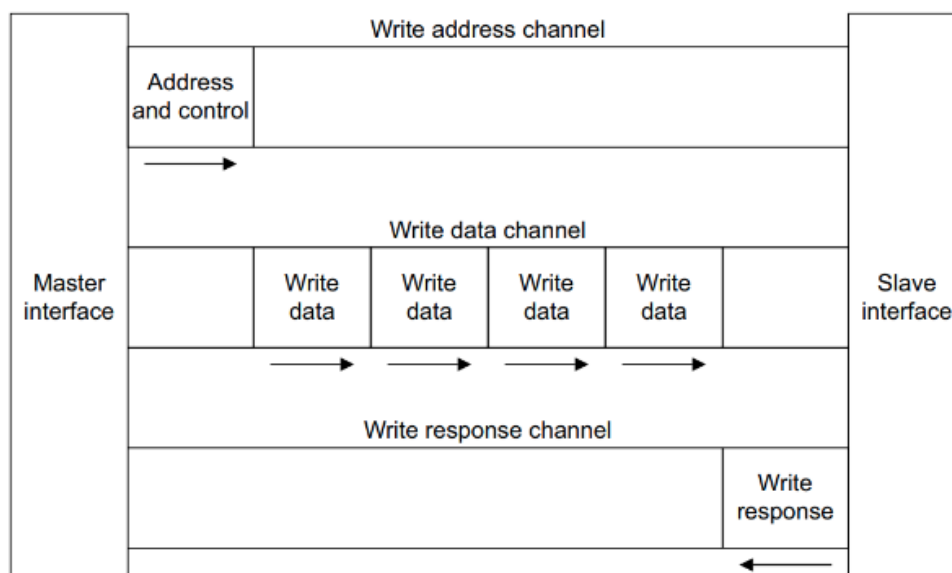

Figura 23. Arquitetura do canal de escrita
A Figura 23 mostra como uma transação de escrita usa o endereço de escrita, dados de escrita e canais de resposta de escrita. Semelhante a uma leitura, o dispositivo mestre envia o endereço e os bits de controlo. Em seguida, o dispositivo mestre envia os dados no canal de dados de escrita (*write data channel*) e o dispositivo escravo envia uma resposta (*write response*).
- Um canal de dados de escrita para transferir os dados do mestre para o escravo (Figura 23). Numa transação de escrita, o escravo usa o canal de resposta de escrita para sinalizar a conclusão da transferência para o mestre (Figura 23).